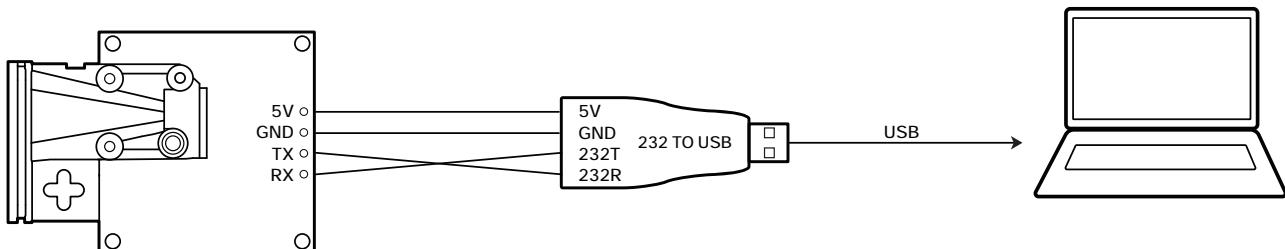

图 2. L4 接 USB 转 232 图 (EN 脚功能详见 2.1 电气接线图处的说明)
- 按照图 2 所示，传感器的 5V、GND，分别和 232 转 USB 转换器的 5V、GND 连接；